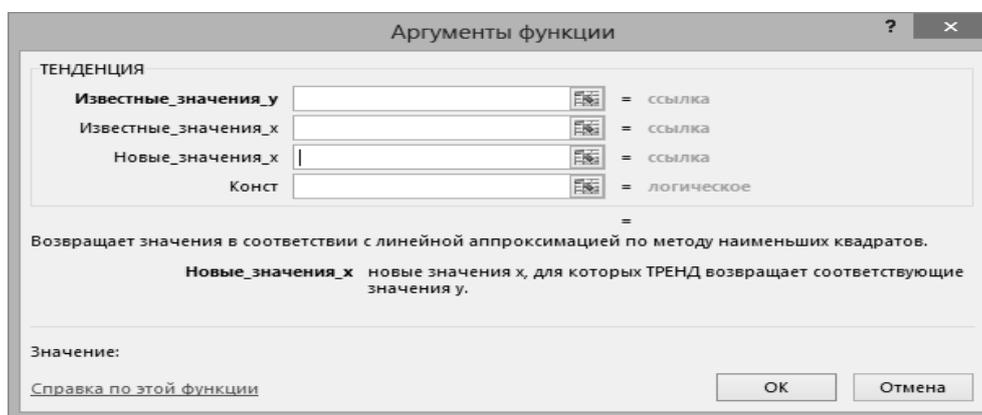

Рисунок 4.3 – Вид окна функции ТЕНДЕНЦИЯ
3) функцию ТЕНДЕНЦИЯ (рисунок 4.3);